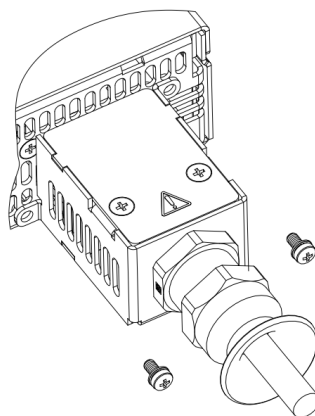

图 4-21: 应力消除装置安装到电源后面板
9. 使用两个 M3x8 Sems 螺钉将应力消除组件固定到后面板上，如图 4-21 所示。Sems 螺钉在配件套件中提供。紧固扭矩：4.7-5.7 Lbf-inch.(0.53-0.64Nm)。